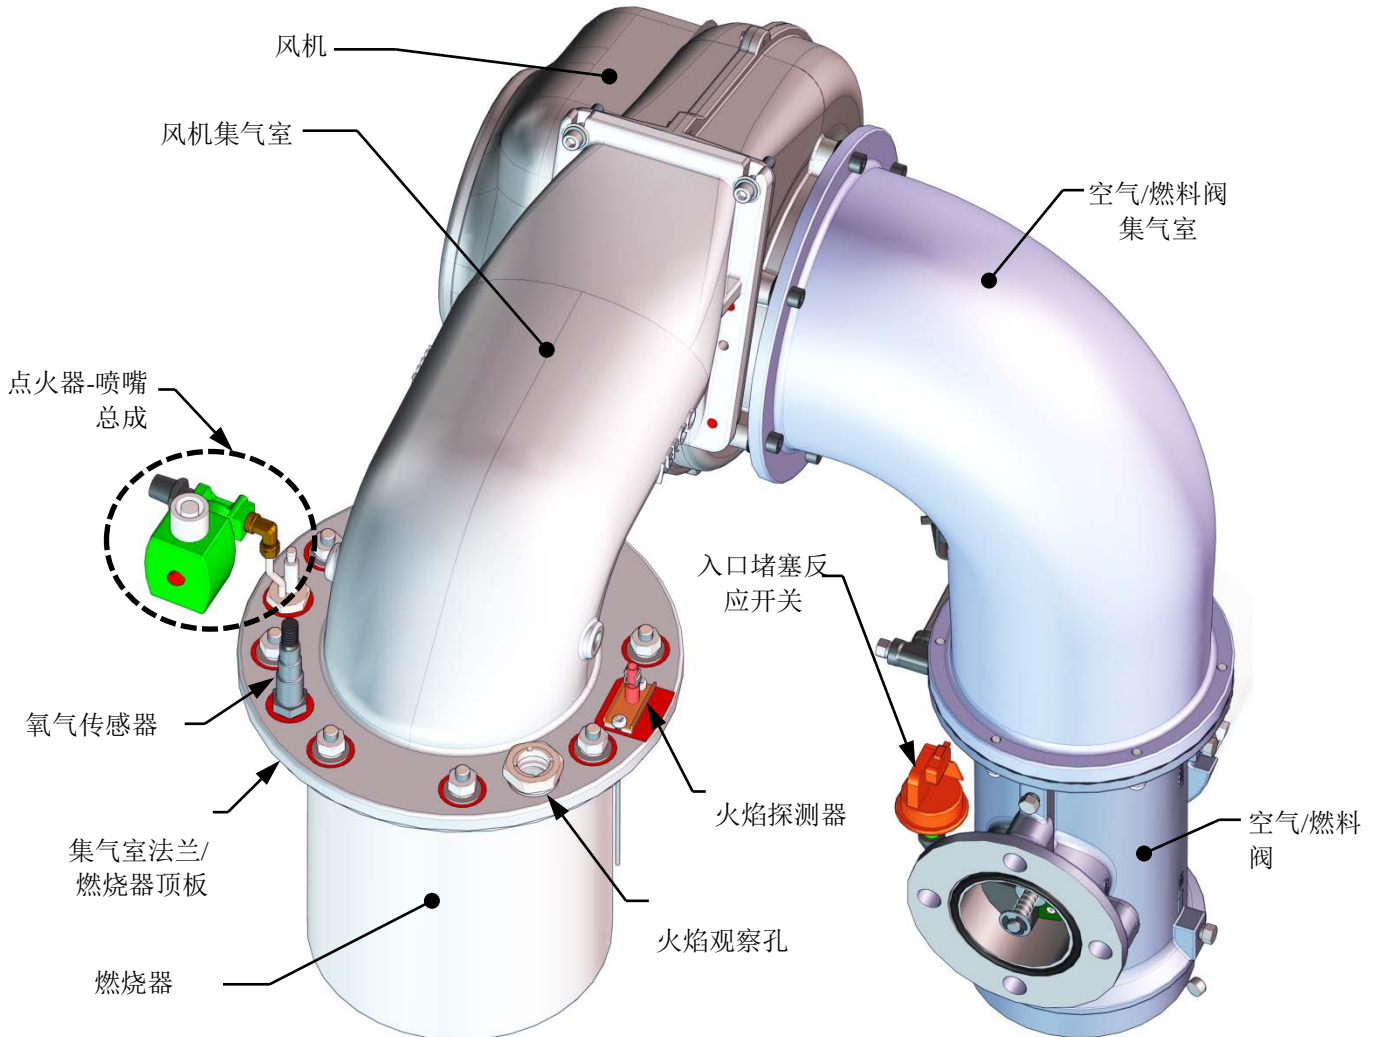

图7-1: 基准系列1500/2000 燃烧器总成 (从锅炉上拆下)
点火器-喷嘴（部件号 **58023**）位于锅炉顶部的燃烧器顶板上。除了提供点燃燃烧器所必需的点火火花，点火器-喷嘴还包含一个连接到阶段式点火总成的气体喷射管。图 7-1 展示了从锅炉上拆下的完整燃烧器总成并指示了点火器-喷嘴火焰探测器和其他相关组件的位置。
3. 从点火器-喷嘴上拆下缆线（图 7-1）。
火焰探测器（部件号 **24356-1**）位于设备顶部的燃烧器板上（参见图 7-1 和 7-2）。火焰探测器可能很烫，因此在卸下之前先让设备充分冷却。检查或更换火焰探测器，如下所示：
氧气传感器 (部件号 **61026**) 位于设备顶部的燃烧器板上 (参见图 7-1 和 7-2)。传感器可能很烫。因此在卸下之前先让氧气传感器充分冷却。